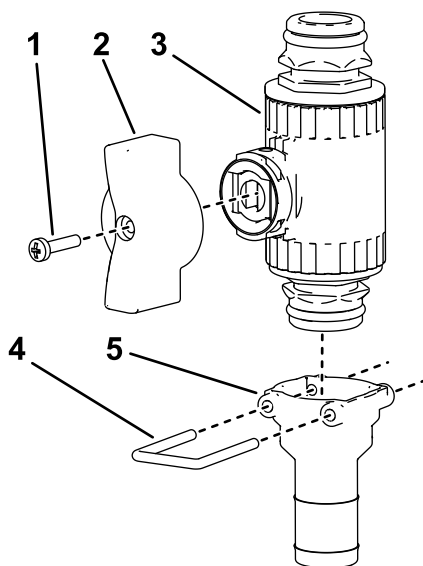

Figura 26
3. Monte o manípulo de asa e a união reta na válvula de controlo (**Figura 26**).
4. Monte a união reta na válvula de controlo com o fixador, conforme mostrado na **Figura 26**.